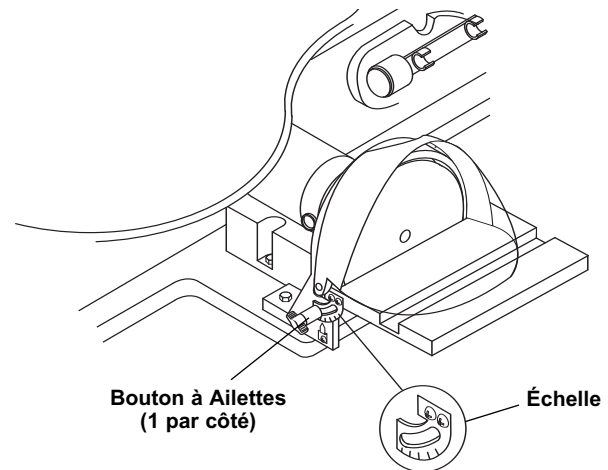

Figure 17. Réglage de l'angle de la Table Latérale
1. Desserrez les boutons de blocage de la table latérale et déplacez celle-ci pour la mettre à l'angle désiré. L'échelle se trouve sous le côté gauche du bouton de blocage (Figure 17).